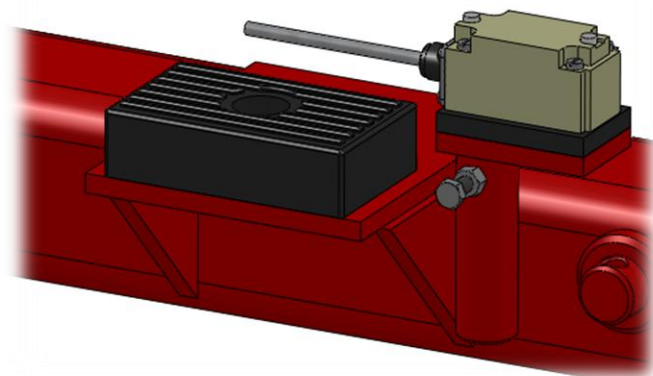

Abb. 3.2.2-Verstellbuchse für den elektrischen Endanschlag/Schalter
2. Drehen Sie den Bolzen und die Mutter in der Verstellbuchse los. Siehe Abb. 3.2.2.